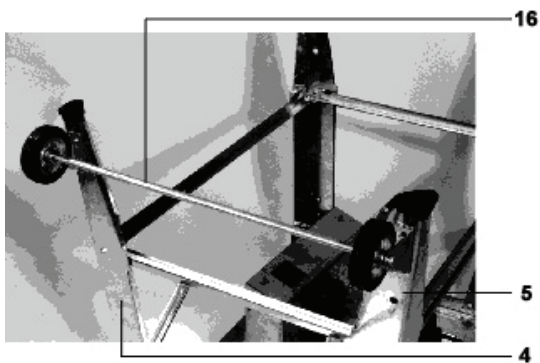

Abb. 9
- Nehmen Sie vier M6x16 Sechskantschrauben, vier M6 Unterlegscheiben und vier M6 Muttern, um Teil 16 (Achse) + Teil 17 (Rolle 2x) auf Teil 4 und Teil 5 zu montieren (siehe Abb. 9). Die Schrauben dürfen nicht zu fest gezogen werden.